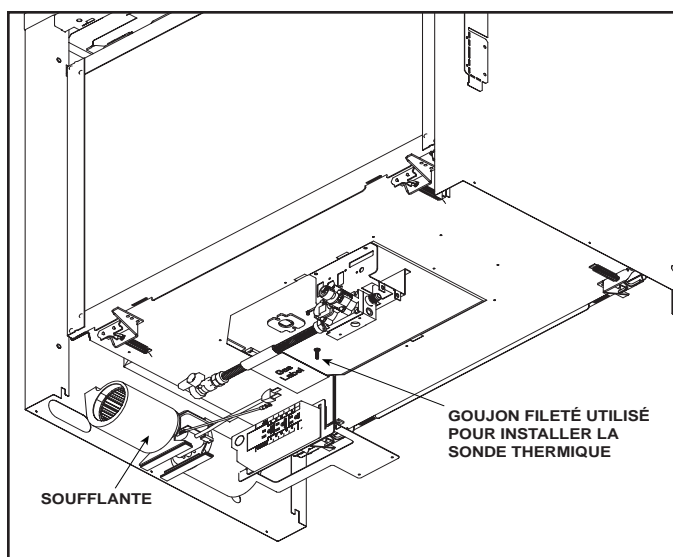

Figure 2.2 Emplacement de la soufflante
1. Installer la soufflante et effectuer son branchement électrique dans l'appareil, tel qu'illustré à la figure 2.2.